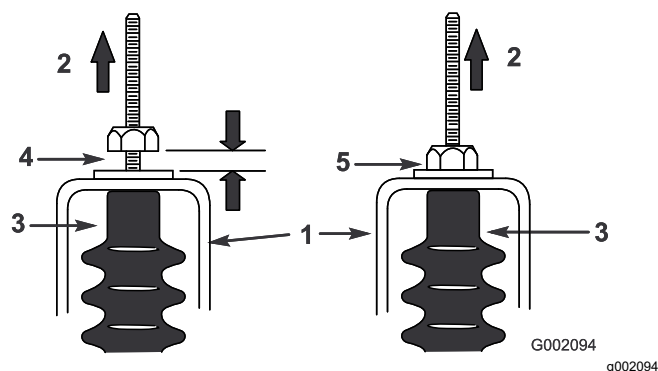

Figura 53
5. Puxe cada cabo de mudan $\frac{1}{2}$ as para se certificar de que existe folga de 0,76 a 1,52 mm entre a porca/anilha e o suporte neutro (Figura 53).